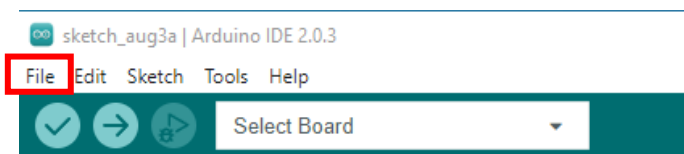

Рис.12. Вкладка «File» программы Arduino IDE
3. Создайте новый файл проекта, выбрав пункт «File» -> «New» в верхнем меню (рис.12).